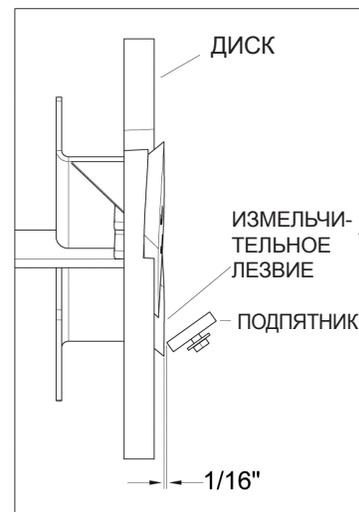

Рис. 5.2. Зазор между измельчительным лезвием и измельчительным подпятником
2. Замерьте величину зазора между лезвием и подпятником изнутри корпуса измельчителя. Минимальное расстояние между измельчительным лезвием и измельчительным подпятником должно составлять 1/16 дюйма (рис. 5.2).